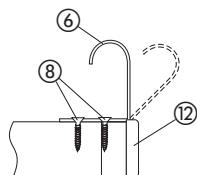

Рис. 2
2. Приготовление реек ③.
- В торец профиля рейки ③ вставить заглушку профиля ⑫ (Рис. 2).
- К рейке ③ необходимо прикрутить при помощи двух винтов ⑧ скобу ⑥. После этого скобу следует загнуть так, чтобы она представляла собой угол 90° (Рис. 2).